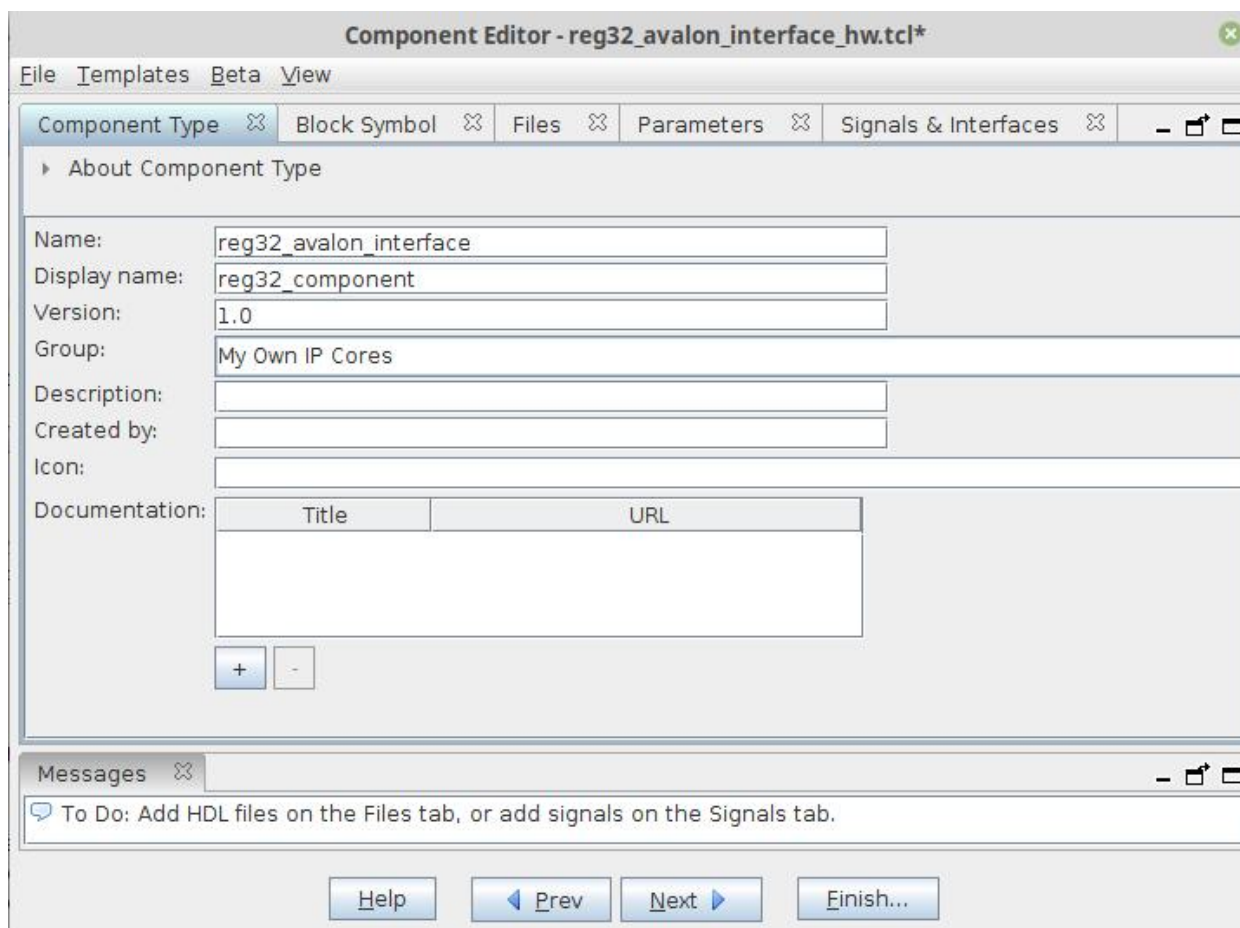

Рис. 28. Вікно Component Editor
5. Наразі необхідно створити власний компонент, який буде додано до процесорного ядра Nios II. Натисніть *New Component* на вкладці *IP Catalog* (рис. 27б). Відкриється вікно *Component Editor*, заповніть його у відповідності до рис. 28.